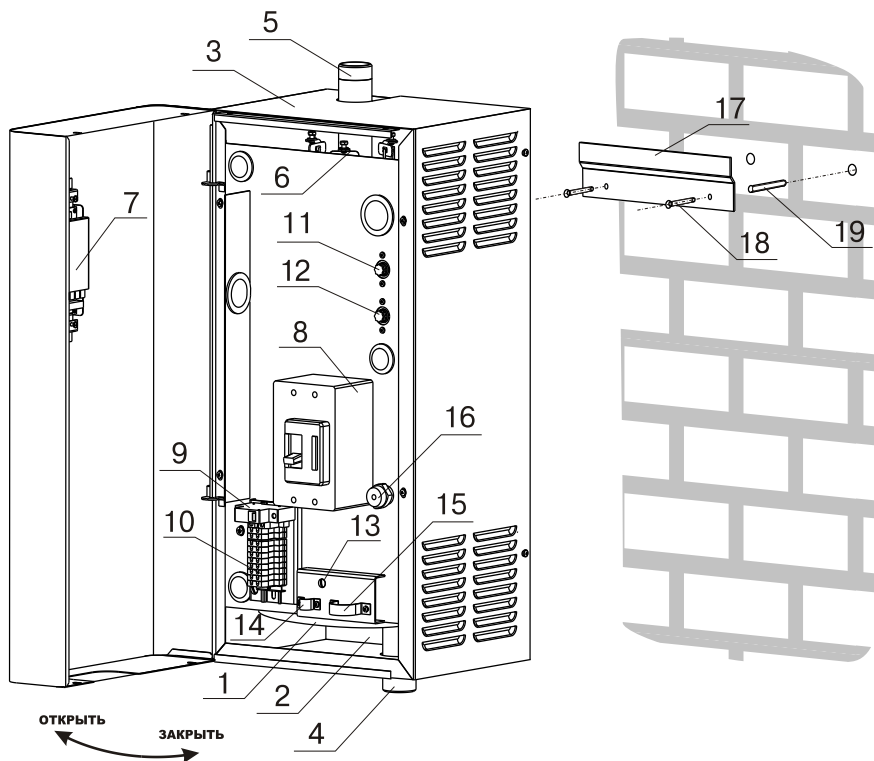

Рис.1 Конструкция электроводонагревателя и способ его крепления к стене
5.1. Электроводонагреватель (Рис.1) состоит из корпуса (1) сварной конструкции с фланцами, патрубком входа воды (4) и патрубком выхода воды (5), имеющих резьбу G1 1/2-В. В верхней части корпуса установлены три блока нагревательных элементов(6), датчик температуры воды, датчик перегрева и датчик уровня воды. В нижней части корпуса установлены три блока нагревательных элементов. Корпус установлен на основании(2). Защитный кожух (3) выполнен из стального листа и служит для защиты обслуживающего персонала от ожогов и поражения электрическим током. Кожух подвешен на основании при помощи механизма, который позволяет не снимая кожух с электроводонагревателя, открывать и закрывать его в направлении, указанном на Рис.1. При необходимости кожух можно легко снять с основания.
- закрепить кронштейн крепления на вертикальной поверхности в необходимом месте с помощью шурупов, входящих в комплект и установить на него водонагреватель как показано на Рис.1.
- открыть кожух (3) как показано на Рис.1,предварительно выкрутив четыре винта крепления кожуха;